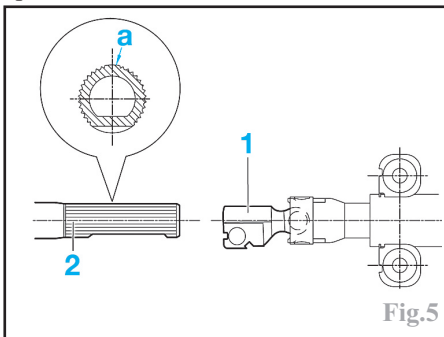

Fig.5
-accoupler le joint de cardan (1) de la colonne de direction sur les cannelures de l'arbre (2) (Fig.5).